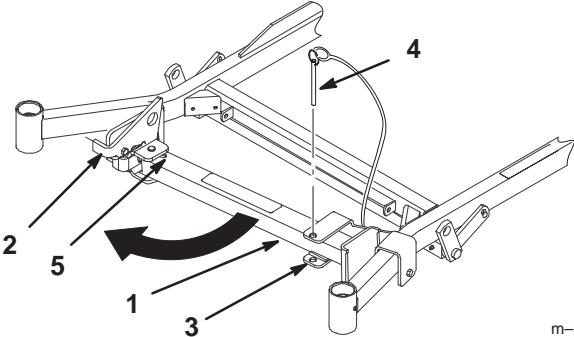

Bild 29
2. Nehmen Sie den Halterungsstift ab (Bild 29).
5. Stellen Sie den Stand wieder in die Ruhestellung (Bild 29).